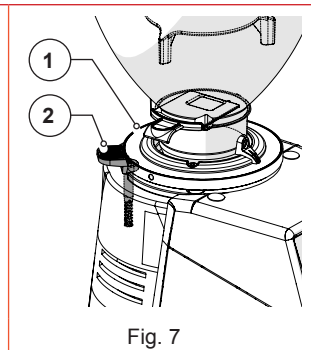

Fig. 7
- **Leva blocca-ghiera di sicurezza (Fig. 7)**